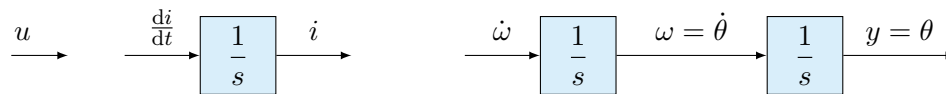

FIGURE 3 – Schéma par intégrateurs du bras robotique + moteur à compléter
- 3.2.1 À partir du modèle d'état de la question 2.2.1, construisez un schéma par intégrateurs sous SIMULINK en débutant par les intégrateurs de la figure 3. Pour la fonction sinus, utilisez le bloc **Trigonometric Function** dans la sous-bibliothèque **Math Operations**.